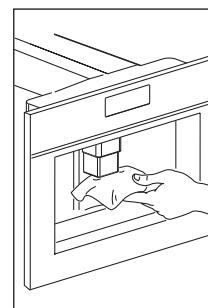

Fig. 36
- Limpie los surtidores periódicamente con una esponja (Fig. 36).